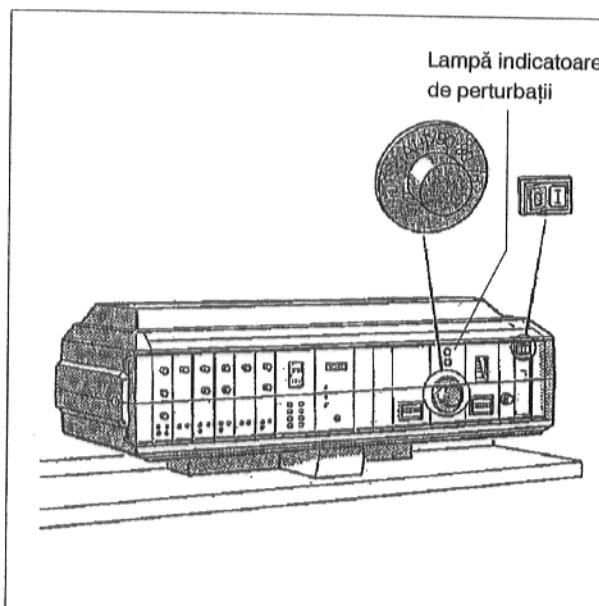

Fig. 2
- Comutatorul funcționare (Fig. 2) se fixează pe poziția I (ON).
- Regulatorul temperaturii apei cazonului (Fig. 2) se fixează pe "AUT".
Luminează lampa de perturbații de la aparatul de reglare (Fig. 2).
- Comutatorul funcționării (Fig. 2) se fixează pe poziția 0 (OFF).
- După ca. 3 secunde comutatorul funcționării se fixează pe poziția I (ON). Dacă după activarea repetată a comutatorului funcționării arzătorul nu se aprinde, atunci perturbația trebuie remediată de către un instalator autorizat de gaze.